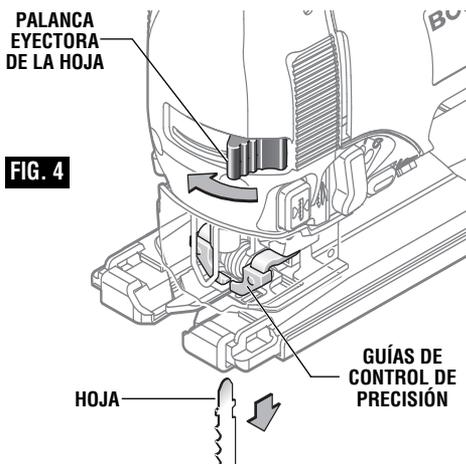

FIG. 4
**Nota:** Si la hoja de sierra no se puede introducir en el émbolo, las ranuras del portahoja no están posicionadas de la manera que se muestra en la ilustración, o debido a que las guías de control de precisión están cerradas, empuje la palanca eyectora de la hoja brevemente hacia la parte delantera y suéltela (Fig. 4).
Para cambiar la hoja de sierra, empuje la palanca eyectora hasta el tope central; esto suelta las guías de control de precisión y eyecta la hoja de sierra (Fig. 4).